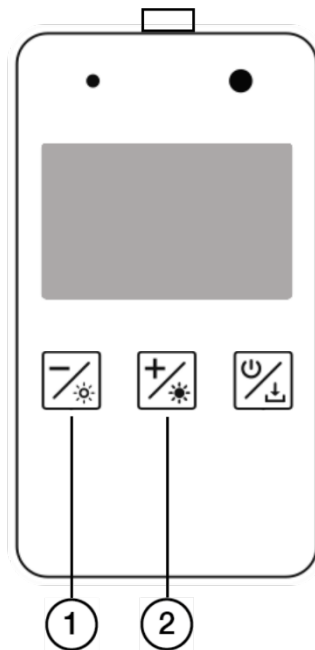

Bild 9
- Funktionstaste ① - Beleuchtung verringern
- Funktionstaste ② - Beleuchtung erhöhen
- siehe auch Bild 9 Seite 19